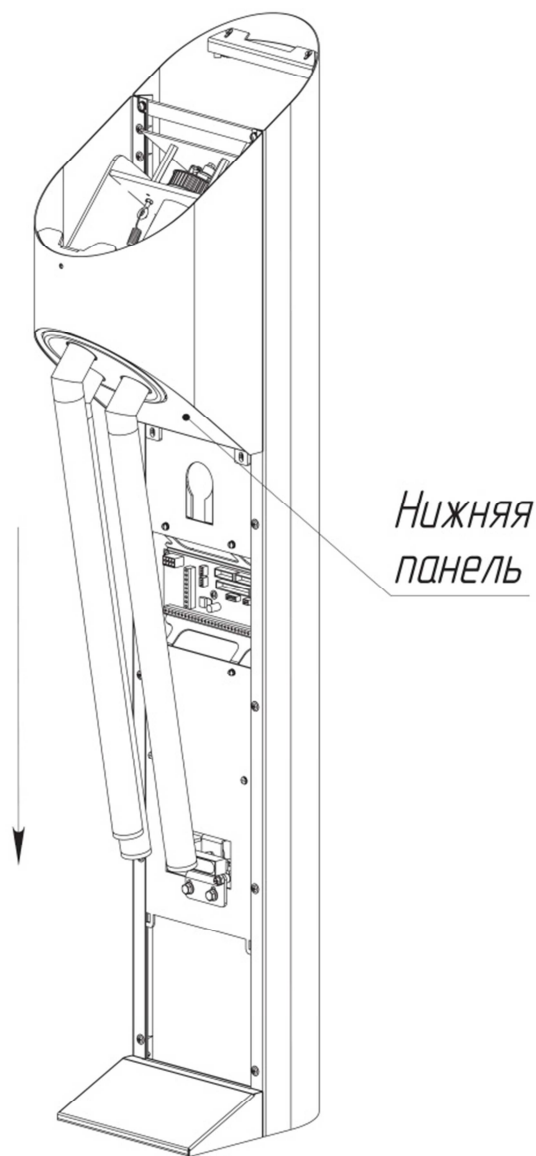

Рис. 10
- снимите нижнюю панель движением вертикально вниз, показанном на Рис. 10.